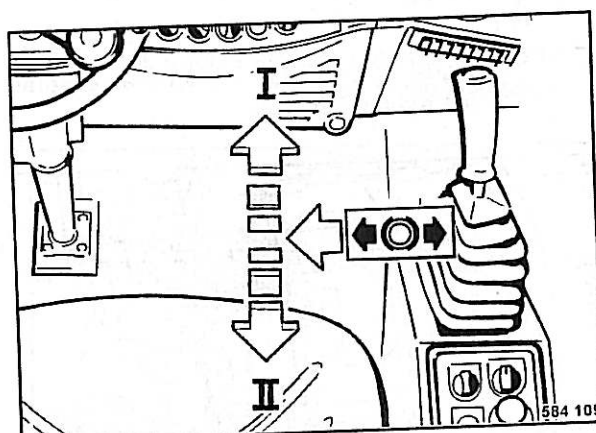

Fig. 139
- Desengajar la palanca de marcha (Fig. 139) hacia la izquierda, pero no desplazarla a posición "I" ó "II".